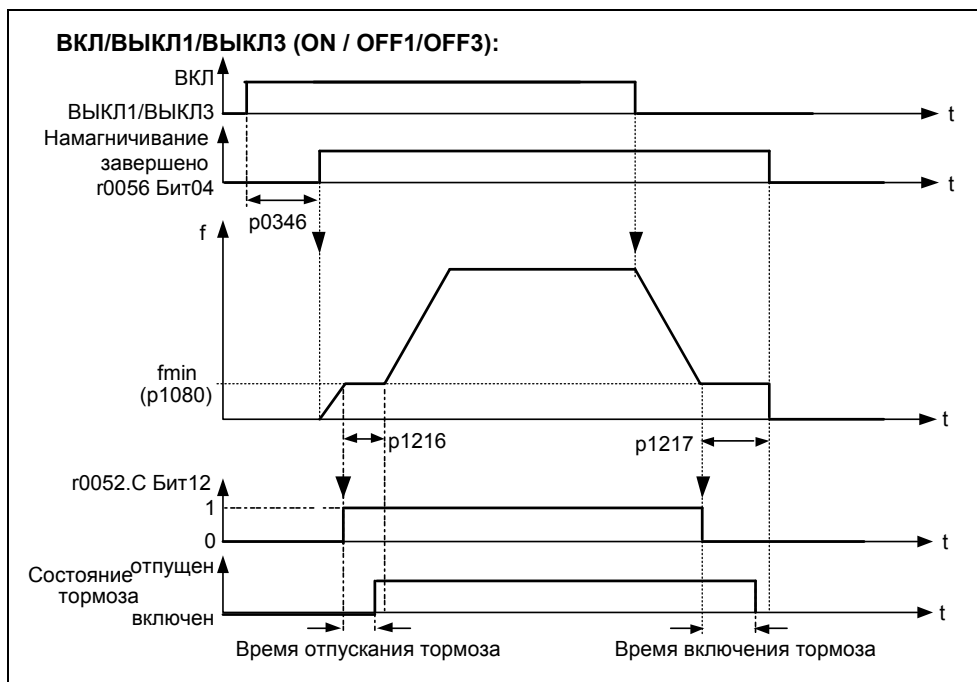
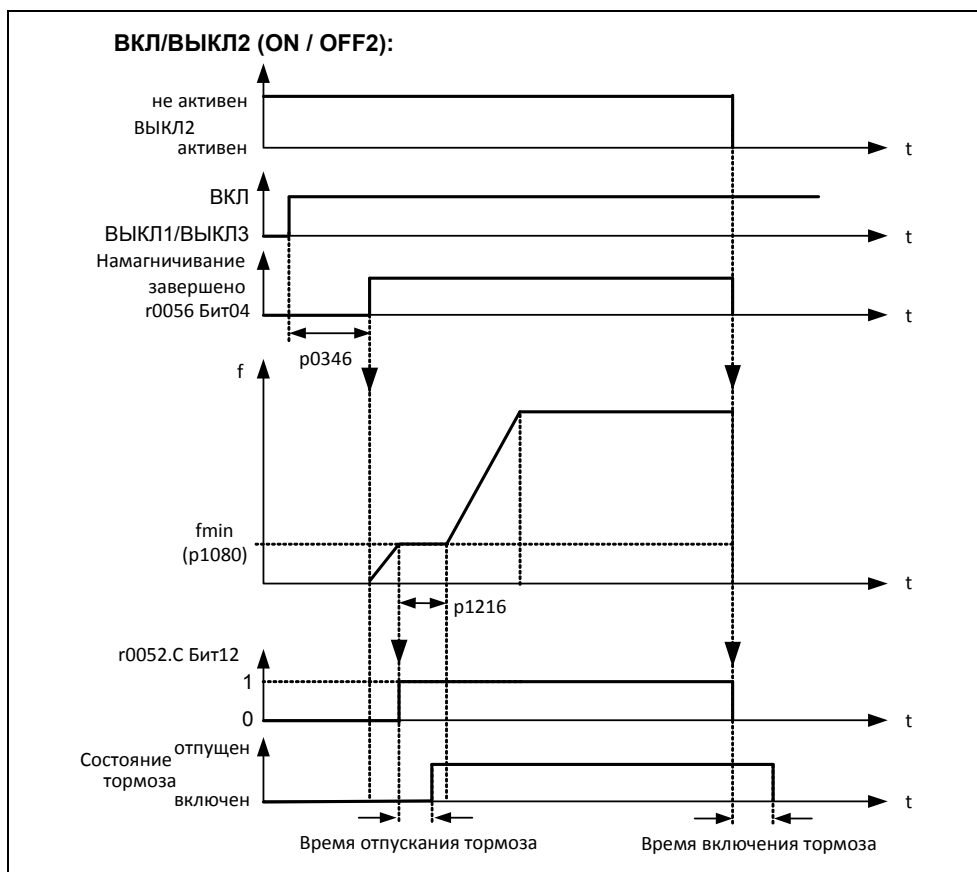

Рис. 3-58 Стояночный тормоз двигателя после ВКЛ / ВЫКЛ1
Рис. 3-59 Стояночный тормоз двигателя после ВЫКЛ2
Перед отпуском тормоза необходимо снять запрет импульсов и подать ток, удерживающий привод в текущей позиции. При этом подводимый ток определяется мин. частотой P1080. Тип значением здесь является ном. скольжение двигателя r0330. Во избежание долгосрочных повреждений стояночного тормоза разрешается включать двигатель только после продувки тормоза (время продувки тормоза 35 мс ... 500 мс). Эта задержка должна быть учтена в параметре P1216 "Задержка разрешения стояночного тормоза" (см. рис. 3-58).
Включение стояночного тормоза инициируется либо через ВЫКЛ1 / ВЫКЛ3, либо ВЫКЛ2. При ВЫКЛ1 / ВЫКЛ3 на двигатель при достижении им мин. частоты P1080 эта частота подается до включения тормоза (время активации тормоза 15 мс ... 300 мс). Длительность задается через параметр P1217 "Время задержки стояночного тормоза" (см. рис. 3-58). Ели же, напротив, следует команда ВЫКЛ2, то, независимо от состояния привода, сигнал состояния r0052 Bit 12 "Стояночный тормоз двигателя активен" сбрасывается. Т.е. тормоз включается сразу же после ВЫКЛ2 (см. рис. 3-59).
- ◆ Для отпускания/включения цифровой выход в точке 1/2 (см. рис. 3-58) управляет стояночным тормозом двигателя. Условием является активация стояночного тормоза двигателя P1215 и выбор стояночного тормоза двигателя для цифрового выхода.